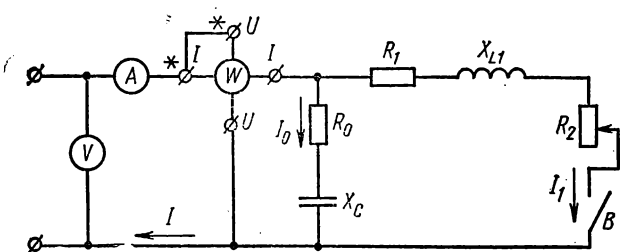

Рис. 2.67
Чтобы построить круговую диаграмму для схемы рис. 2.67, необходимо провести два опыта: холостой ход и короткое замыкание.
1. Собрать цепь (см. рис. 2.67) и показать ее преподавателю для проверки.